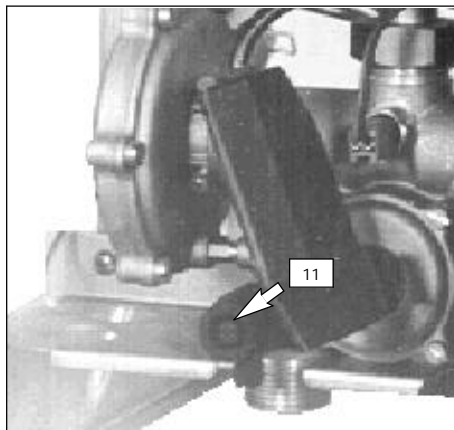

fig. 7.3
- 2 Allentare il rubinetto di svuotamento circuito primario (11 in fig. 7.3).